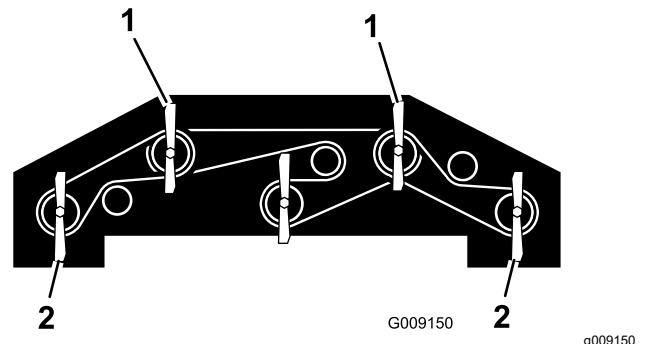

Figura 105
1. Gire las cuchillas hasta que estén orientadas directamente hacia adelante (Figura 105).